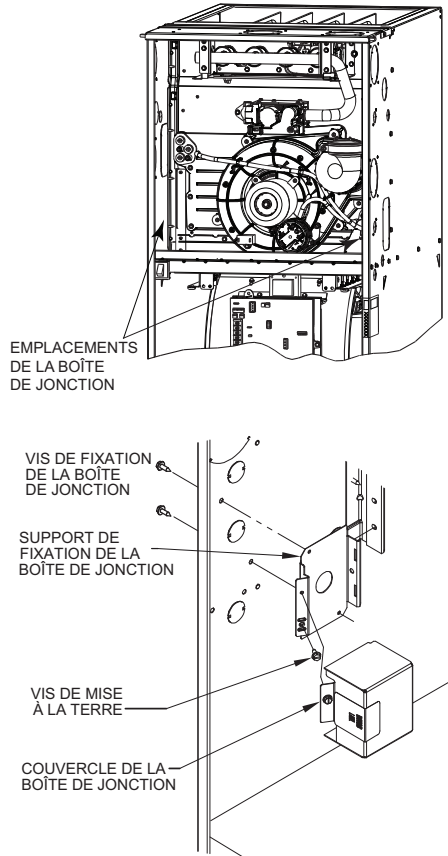

Fig. 31 - Installation d'une boîte de jonction (le cas échéant)
Alignez le support de montage de la boîte de jonction sur l'intérieur du caisson et fixez le support à l'aide des vis. (Consultez la Fig. 31.)
6. Raccordez le fil de mise à la terre du site et la mise à la terre installée à l'usine à la vis verte de mise à la terre située sur le support de montage de la boîte de jonction, comme illustré dans la Fig. 31.
1. Posez le support de montage de boîte de jonction sur la face intérieure du caisson de chaudière. (Consultez la Fig. 31.)
5. Raccordez le fil de mise à la terre du site et la mise à la terre installée à l'usine à la vis verte de mise à la terre située sur le support de montage de la boîte de jonction, comme illustré dans la Fig. 31.
7. Fixez le couvercle de boîte de jonction au support de montage à l'aide des vis fournies dans le sac de pièces détachées. Ne pincez pas les fils entre le couvercle et le support. (Consultez la Fig. 31.)
1. Posez le support de montage de boîte de jonction sur la face intérieure du caisson de chaudière. Consultez la Fig. 31.
support de montage de la boîte de jonction, comme illustré dans la Fig. 31.